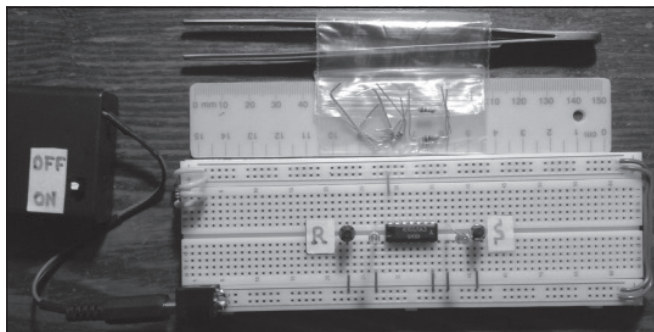

Рис. 21
1. Установка элементов на монтажную плату и подключение деталей к шинам питания (рис. 21).